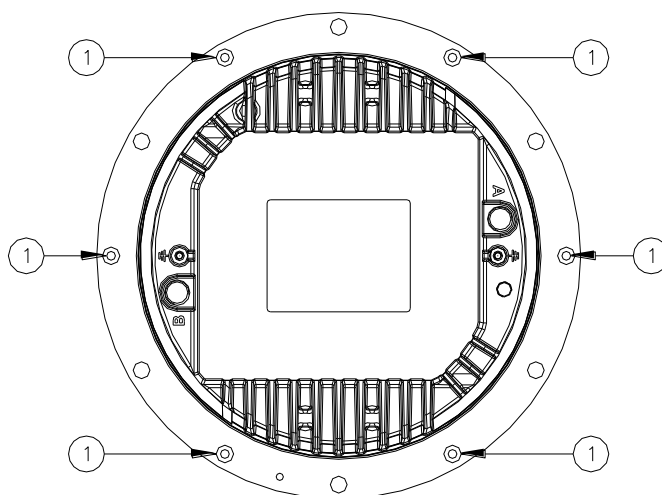

Figure 16 – Vis de fixation du couvercle inférieur
- Séparer le couvercle inférieur du couvercle en desserrant les six vis de blocage TORX SFH M5x10 (Figure 16- n° 1).
- six vis de fixation TORX SFH M5x10 (Figure 16- n° 1) ;
Vérifier le bon positionnement des joints toriques entre le couvercle et le couvercle inférieur (Figure 18– n° 2 et 3) ; installer le couvercle inférieur dans le couvercle et le fermer avec les six vis TORX SFH 5x10 (Figure 16- n°1). Une couche mince d'adhésif anaérobie frein-filet moyen (par exemple LOXEAL 24-18) peut être appliquée aux vis avant l'installation ; couple de serrage 2,5 Nm.